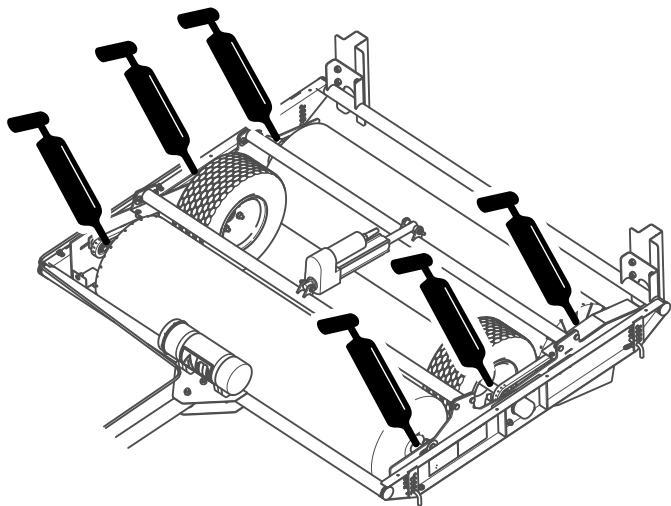

**Figura 13**
5. Instale los protectores de las cadenas como se muestra en la Figura 13.